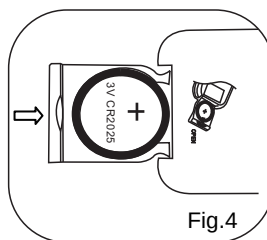

Fig.4
3. Remettez le support de la pile en place, comme illustré dans la Fig. 4.